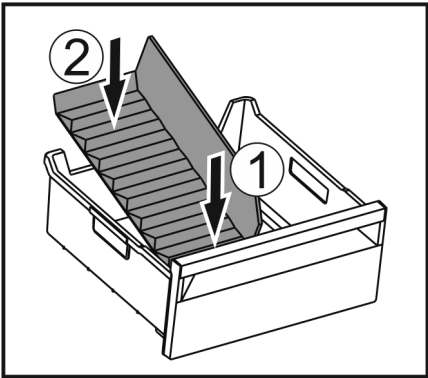

Fig. 117
► 装入冰格分隔器前部。 Fig. 117 (1)
► 将冰格分隔器后部放低至抽屉底板。 Fig. 117 (2)